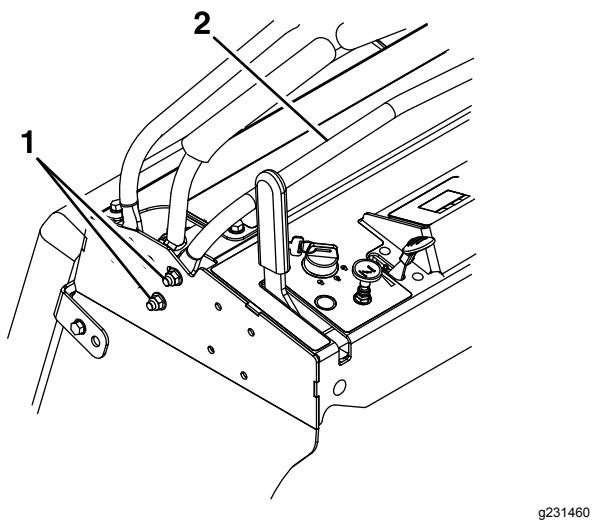

Figura 27
2. Afloje los pernos en ambos lados de la columna de control aflojando las dos tuercas de cada lado (cuatro en total) de la consola (ver Figura 27).